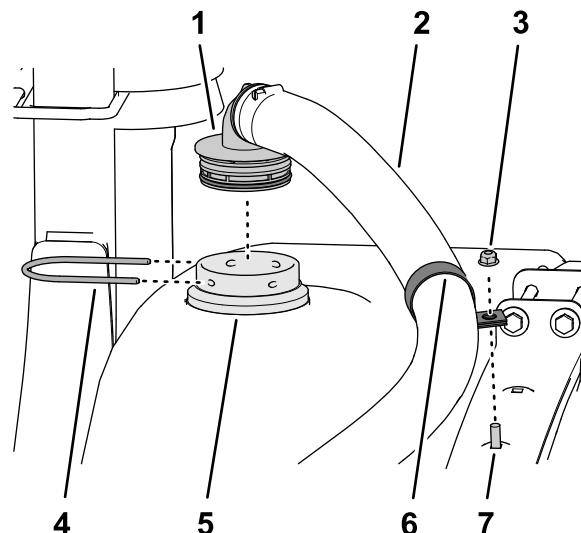

Bild 29
4. Befestigen Sie eine R-Klemme am Ejektorschlauch (Bild 29).
5. Befestigen Sie das gezahnte 90°-Anschlussstück des Ejektorschlauchs im Schottanschlussstück und befestigen Sie das gezahnte Anschlussstück mit einem Halter am Schott (Bild 29).
6. Setzen Sie die R-Klemme lose auf die Schlossschraube und befestigen Sie die Klemme (Bild 29) mit einer Sicherungsbundmutter (5/16").
**Hinweis:** Ändern Sie ggf. die Stellung der R-Klemme, um den Ejektorschlauch auszufluchten (Bild 29).